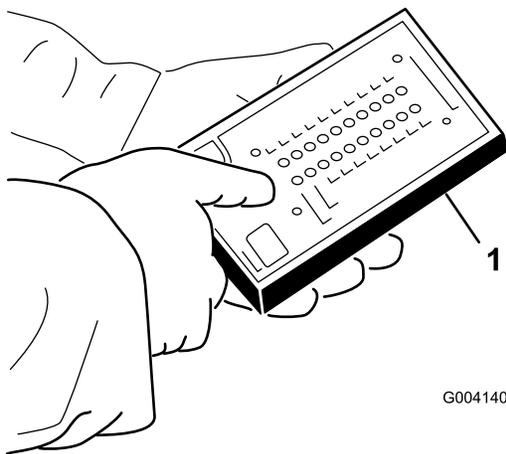

Figura 48
5. Ligue o conector do visor ACE de diagnóstico ao conector de fios (Figura 48).